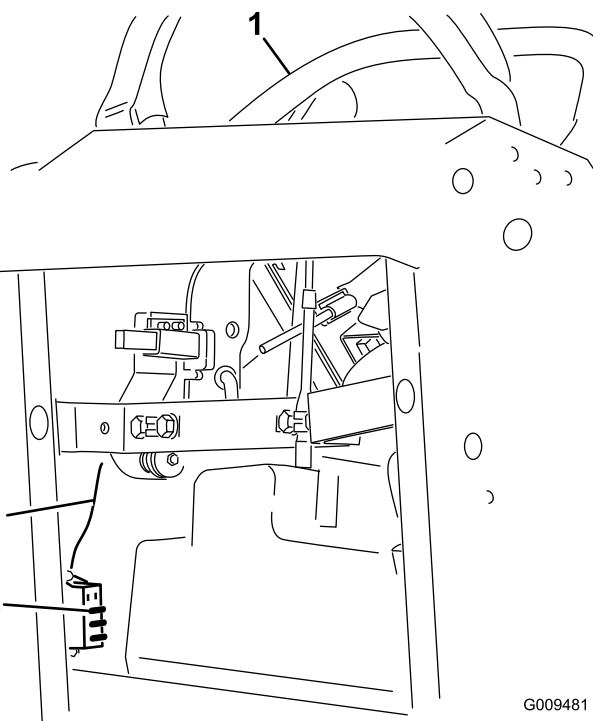

Figura 56
2. Puxe o fusível para fora para o retirar ou substituí-lo (Figura 56).
Nota: Certifique-se de que o fusível tem o tamanho correcto e está montado com a cor do cabo correcto como apresentado em Figura 56.